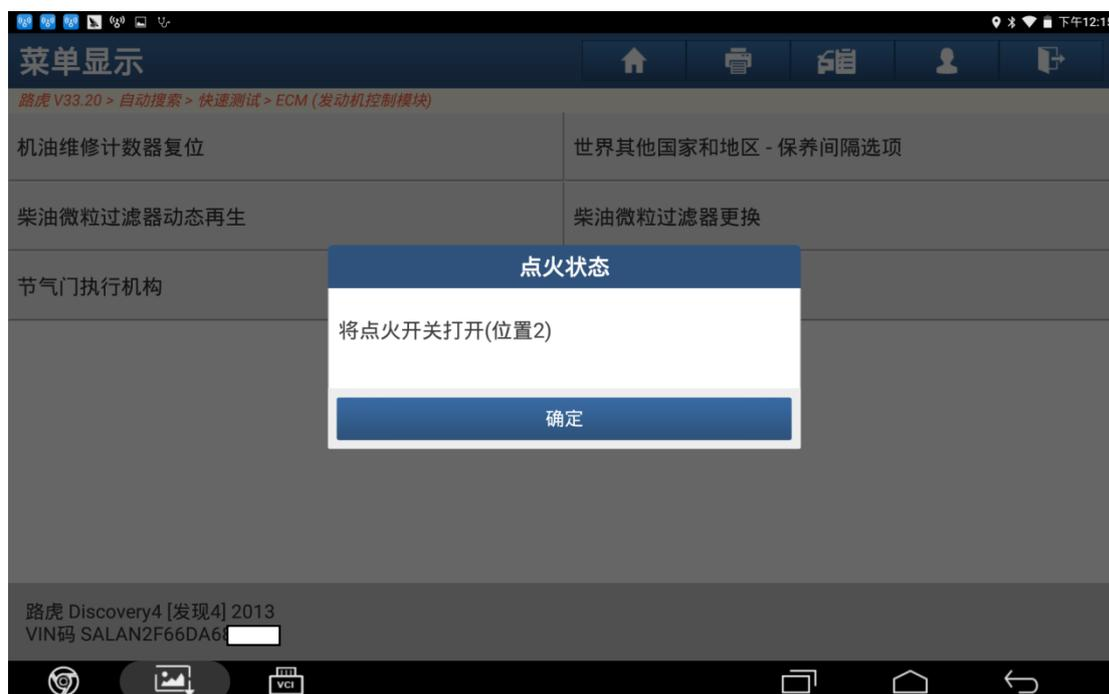

图 3
3). 将点火开关打开（位置 2）后点击“确定”，如图 3: